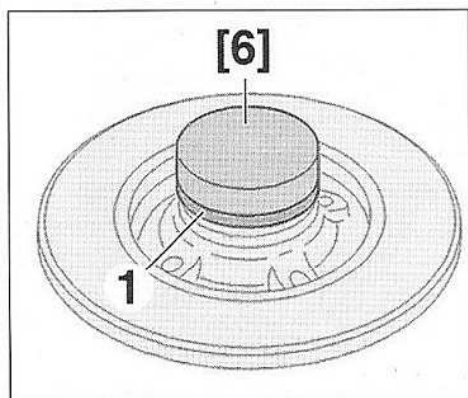

FIG.59
- Reposer un circlips (2) neuf.
- Reposer, à l'aide d'une massette et de l'outil [6] la cible du capteur de roue (1) jusqu'en butée (Fig.59).